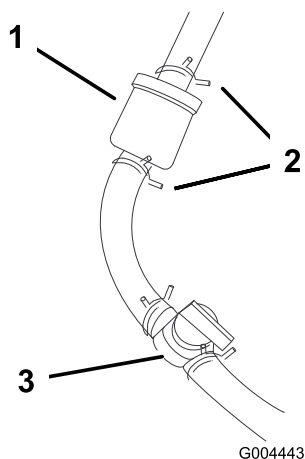

Figure 33
4. Fermez le robinet d'arrivée de carburant (Figure 33).
5. Pincez les extrémités des colliers et faites glisser ceux-ci pour les éloigner du filtre (Figure 33).
7. Posez un filtre neuf et rapprochez du filtre les colliers pour fixer le flexible d'alimentation (Figure 33).